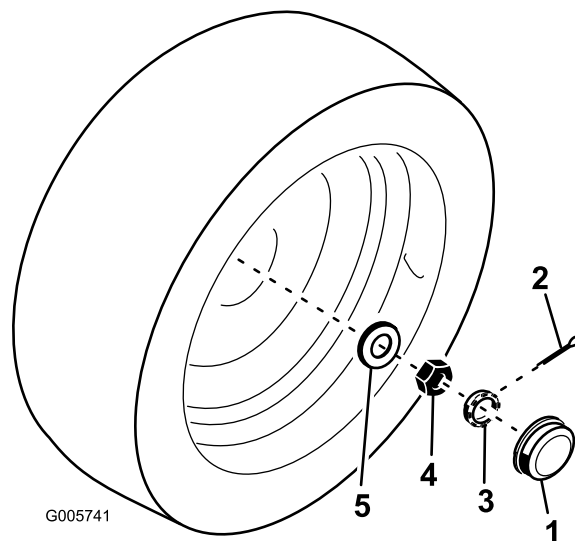

Figura 55
2. Retire a cobertura existente na extremidade do eixo da roda. Retire também o contrapino que prende o retentor (Figura 55).
3. Aperte a porca de retenção (Figura 55) com cerca de 8,5–11,3 Nm utilizando uma chave manual.